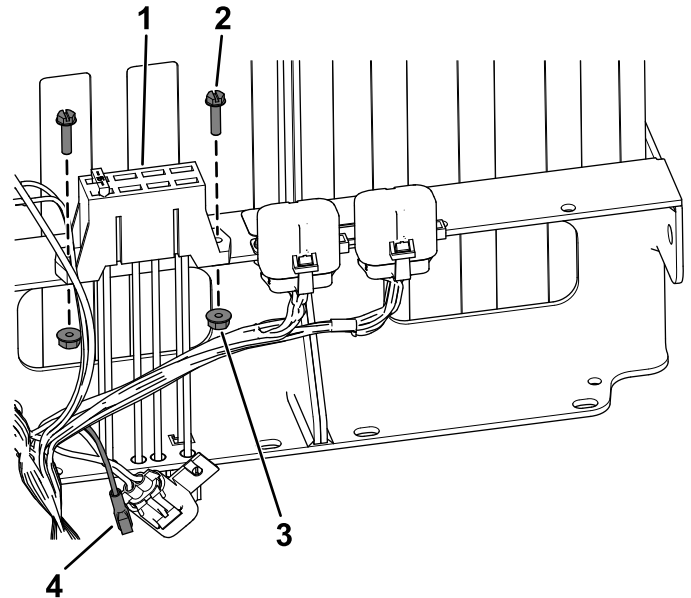

Bild 18
- Befestigen Sie den neuen Sicherungsblock mit den zwei Sechskant-Scheibenkopfschrauben (#10 x 3/4") und zwei gezahnten Muttern (#10) wie in **Bild 18** dargestellt, **gilt für Maschinen ab Baujahr 2019**.
- Verbinden Sie die Buchse am Kabelbaum mit dem neuen Sicherungsblock (**Bild 18**), **für Maschinen ab Baujahr 2019**.